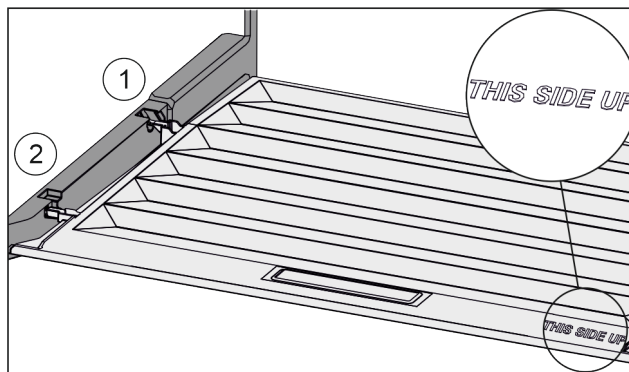

Fig. 108
- Anbring dækslets tappe over åbningen i den bageste holder Fig. 108 (1), og lad dem gå i indgreb i forreste holder Fig. 108 (2).